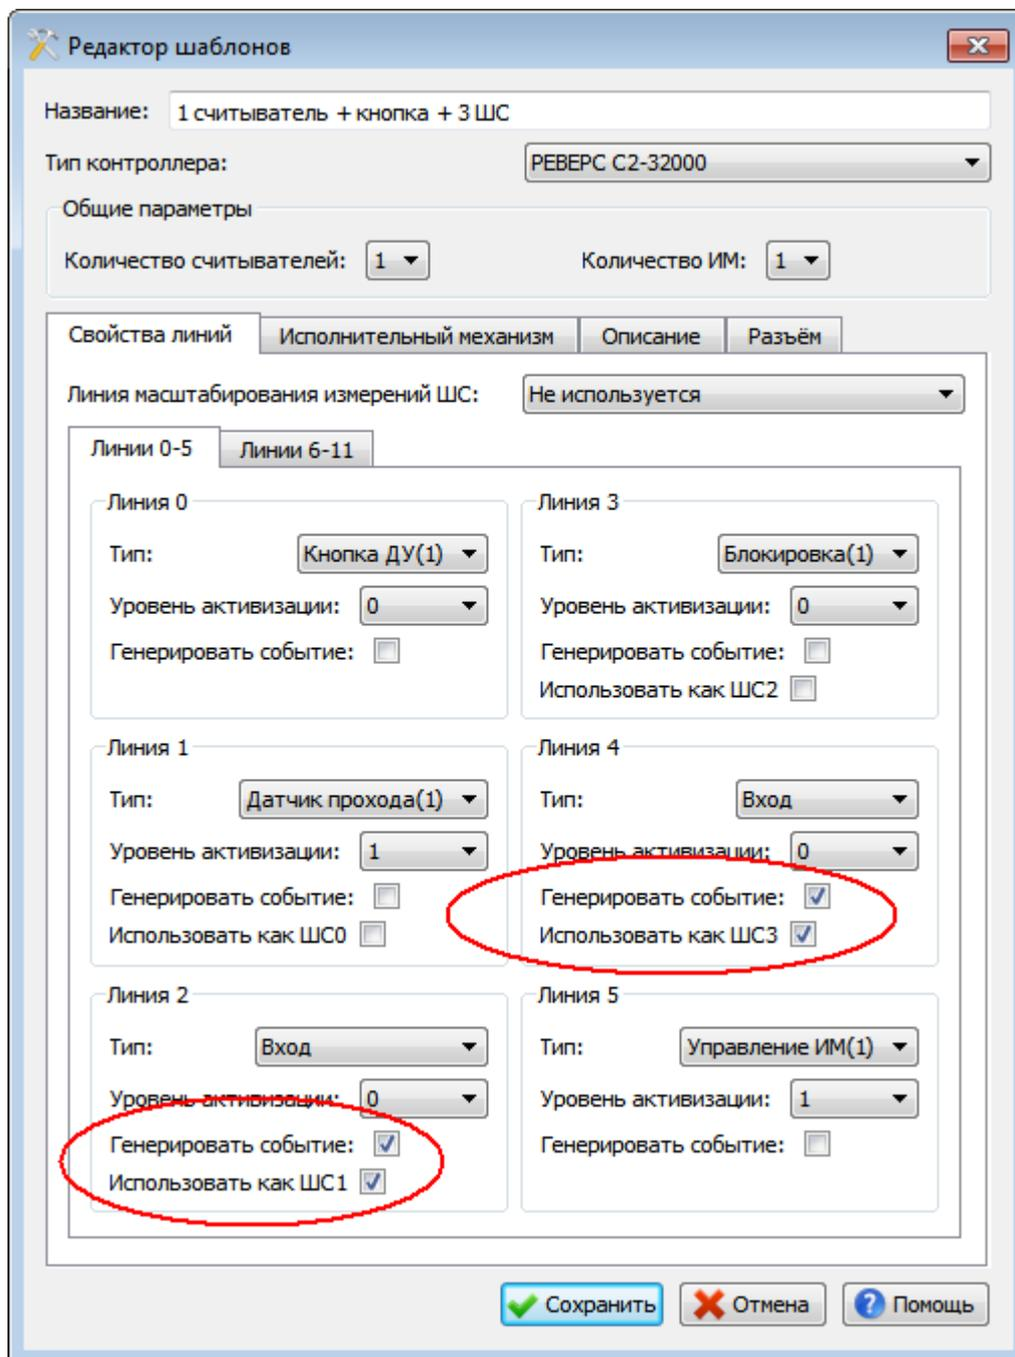

Рис. 25
- На вкладке «Линии 0 – 5» (Рис. 25) измените параметры Линий2 и 4: установите флаги «Использовать как ШС» и «Генерировать событие».